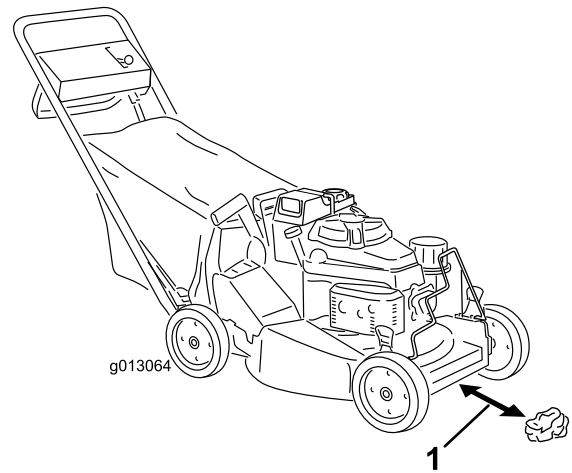
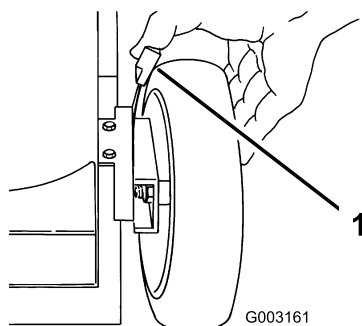

Figure 14
Figure 19
3. Réglez les 4 roues à la hauteur de coupe de 64 mm (2,5 po) (Figure 19).
4. Placez le levier de changement de vitesses en position point mort (N).
5. Roulez en boule une demi-feuille de papier journal (environ 76 mm (3") de diamètre) et placez-la sous le tablier de coupe, comme illustré à la Figure 14.
6. Placez une boule de papier journal à 12,7 cm ( po) devant la tondeuse (Figure 14).
- A. Placez une boule de papier journal à 12,7 cm (5 po) devant la tondeuse (Figure 14).
- Tirez le levier de réglage de hauteur vers la roue (Figure 19) et amenez-le à la position voulue.